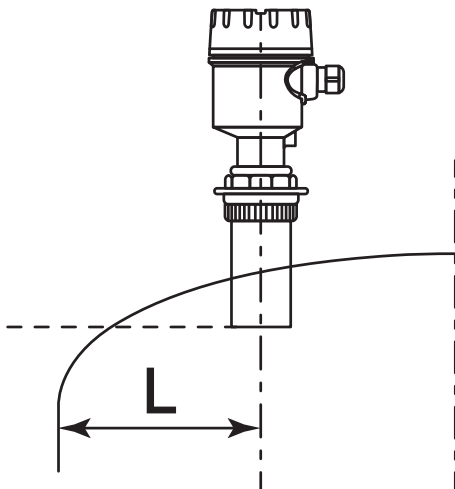

Рисунок 2
Монтаж уровнемера необходимо осуществлять на расстоянии (L) более 500 мм центральной оси излучателя до боковой стенки резервуара при контроле уровня до 5м, и более 1000мм при контроле уровня до 10м (рисунок 2).